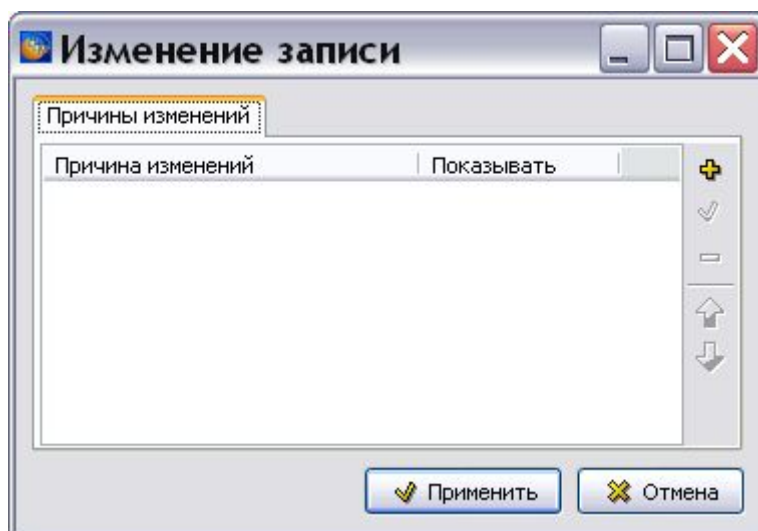

Рис. 9.21
3. В столбце «Различия» выделите текст и щелкните по нему 2 раза левой кнопкой мыши. После этого появится окно **Изменение записи** (Рис. 9.21).